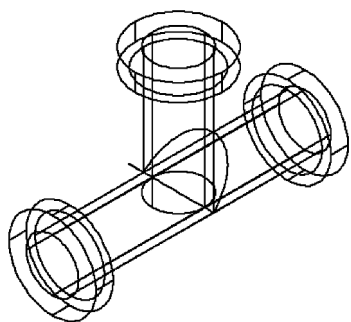

图 12-45 绘制的圆柱体
2) 单击【建模】选项板 | 【拉伸】按钮, 选中在左端面绘制的圆, 将光标向右移动, 在命令行输入数字 58, 按回车键。单击【建模】选项板 | 【拉伸】按钮, 选中竖直圆柱体上端面的圆, 将光标向下移动, 在命令行输入数字 29, 按回车键。如图 12-45 所示。